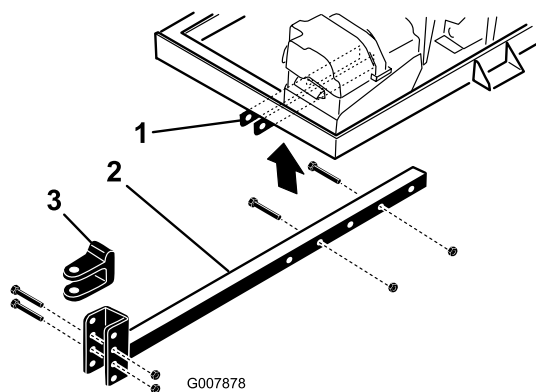

Рисунок 4
2. Вставьте трубу сцепного устройства в кронштейны рамы (Рисунок 4). Прикрепите трубу к раме с помощью 2 болтов ( $\frac{3}{8}$  x 3 дюйма) и фланцевых гаек ( $\frac{3}{8}$  дюйма), затяните их с моментом 40 Н·м.
- Отверните болты и контргайки, которые крепят вилку сцепного устройства (Рисунок 4) к трубе сцепного устройства.
- Отверните болты и гайки, которые крепят трубу сцепного устройства к кронштейнам рамы (Рисунок 4).